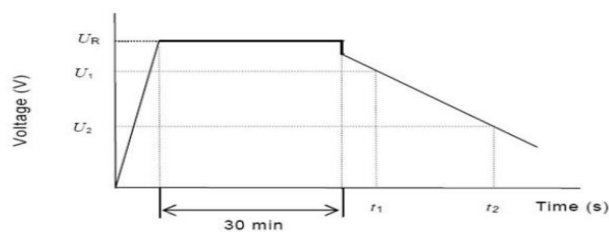

图 2
- 5) 测量并记录电容器两端电压从 U_1 到 U_2 的时间 t_1 和 t_2 ，如图 2 所示，根据下列公式计算容量值：